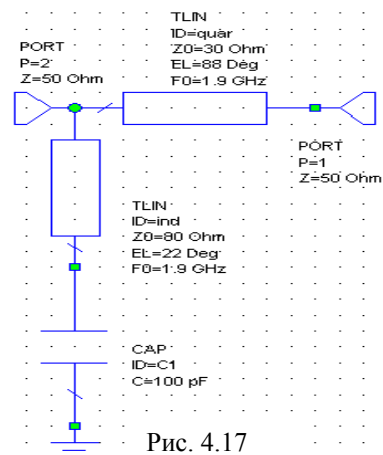

Рис. 4.17
- Чтобы импортировать выходную согласующую схему, повторите пункты с 1-го по 3-ий, но выберите файл **output math**. На рабочем поле будет отображена схема, показанная на рис. 4.17.